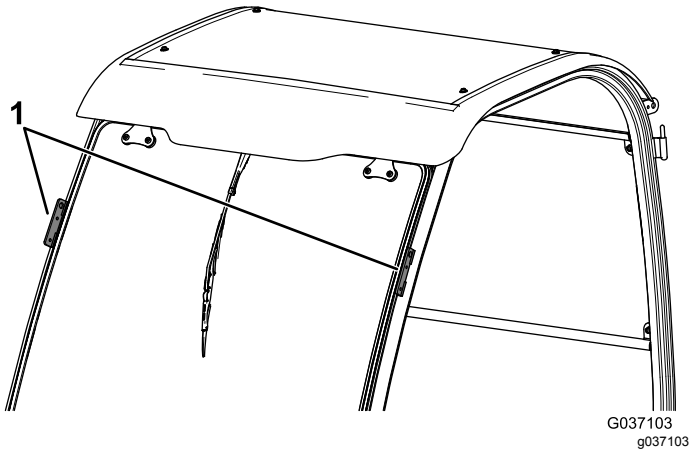

Figura 11
5. Eleve el bastidor de la cabina usando los puntos de izado y colóquelo sobre la máquina (Figura 11).